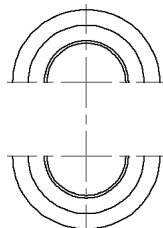

图 14-4 修剪结果
(4) 修剪处理。单击“默认”选项卡“修改”面板中的“修剪”按钮，对多余线段进行修剪，结果如图 14-4 所示。